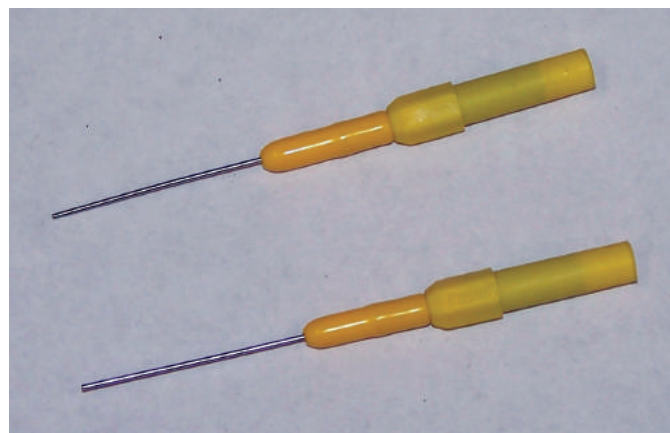

Figure 2-56 Ces petits outils en forme de pics permettent de déverrouiller et de défaire des connecteurs.
- ÉTAPE 2** Utilisez un petit tournevis ou de petits pics (figure 2-56) pour déverrouiller les attaches du connecteur.